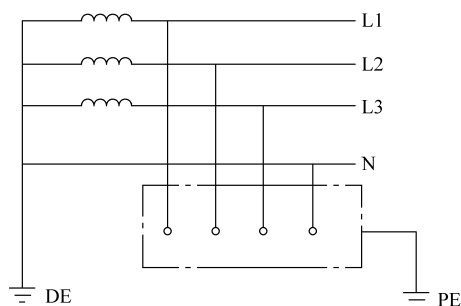

图 1-10 TT 系统
1) TT 系统。电力系统中性点直接接地，电气设备的外露可导电部分也接地，但两个接地相互独立，如图 1-10 所示。图中 DE 是中性点接地线，PE 是保护导线，N 是中性线。